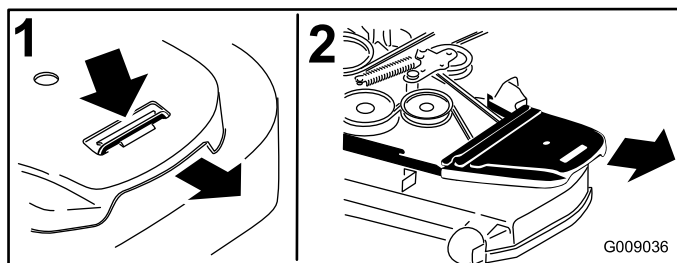

Figura 1
2. Togliete il paracinghia destro (Figura 1).